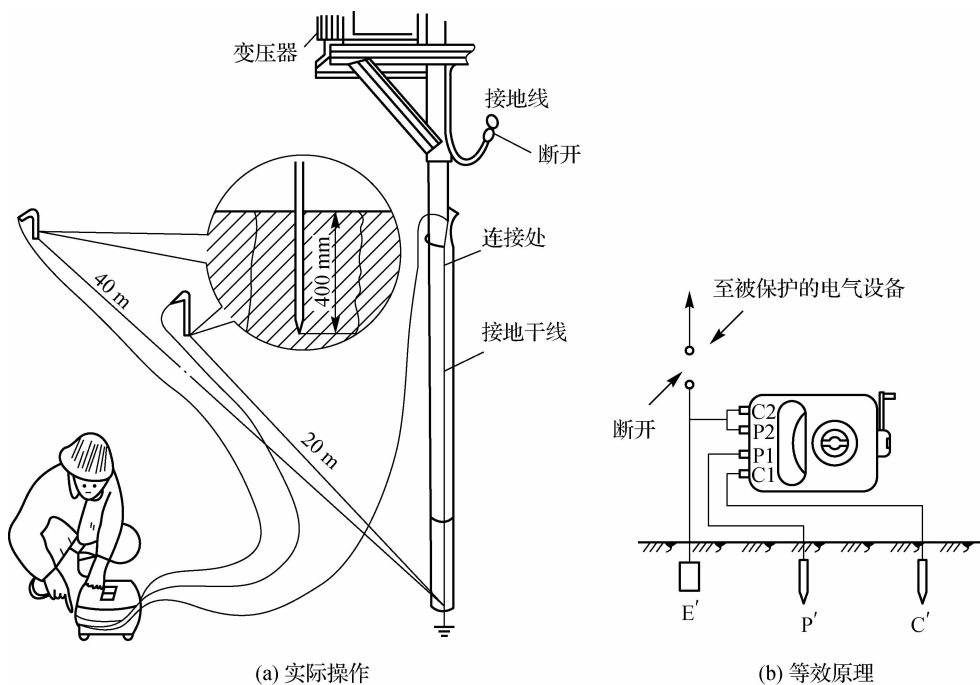

图 2-8 接地电阻测量仪操作示意图
(1)将两个接地探针沿接地体辐射方向分别插入距接地体 20 m、40 m 的地下,插入深度为 400 mm,如图 2-8(a)所示。
(2)将接地电阻测量仪平放于接地体附近并进行接线,其等效原理如图 2-8(b)所示,接线方法如下。
①用最短的专用导线将接地体与接地测量仪的接线端  $E'$  (三端钮的测量仪)或与 C2、短接后的公共端(四端钮的测量仪)相连。
②用最长的专用导线将距接地体 40 m 的测量探针(电流探针)与测量仪的接线钮  $C'$  相连。
③用余下的长度居中的专用导线将距接地体 20 m 的测量探针(电位探针)与测量仪的接线端  $P'$  相连。